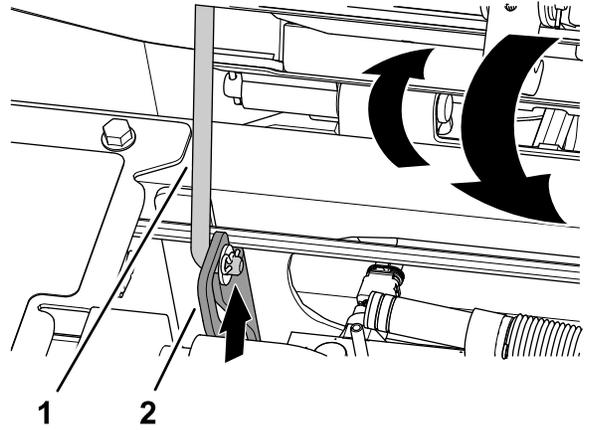

图 64
1. 稍微转动座椅将支撑杆从座椅支架槽的凹陷处提起 图 64。